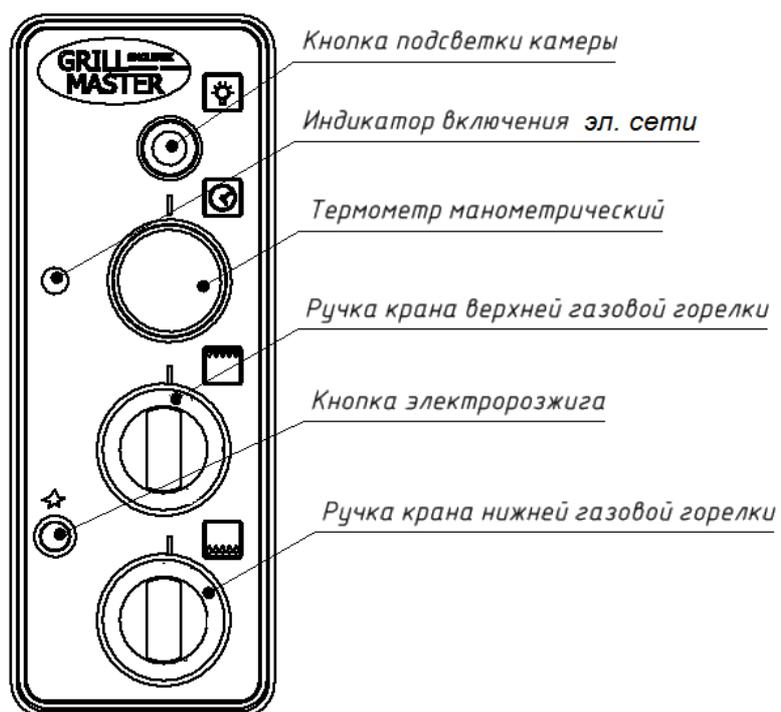

Рисунок 6 – Панель управления газовой духовки
5.4. Панель управления газовой духовки с элементами управления показана на рис. 6.
8.22. Включение нижней газовой горелки производится при открытой двери духовки. Нажать кнопку розжига (рис. 6), не отпуская ее, нажать и повернуть против часовой стрелки ручку крана нижней горелки на наибольшее значение, удерживать ее нажатой не менее 20-30 сек, для включения в работу термопары газового крана. Визуальный контроль розжига горелки осуществляется через отверстия в дне. Если пламя погасло необходимо повторить цикл розжига. Для того чтобы установить необходимую температуру в камере надо повернуть ручку **без нажима** до нужной отметки. Контроль температуры осуществляется по термометру. В минимальном положении (~100°C) ручка фиксируется. Для выхода из этого режима работы ручку **с нажимом** повернуть против часовой стрелки до необходимого значения. Для отключения горелки ручку газового крана повернуть **с нажимом** по часовой стрелке до упора (положение «0»).
8.23. Включение верхней газовой горелки производится ручкой крана верхней горелки (рис. 6), при открытой двери духовки, аналогично нижней, после предварительного нагрева камеры нижней горелкой до 150°C и выше. После розжига верхней горелки, поверните ручку крана до отметки не превышающей температуру в камере духовки более чем на 30-40°C (уточнить по терморегулятору на панели